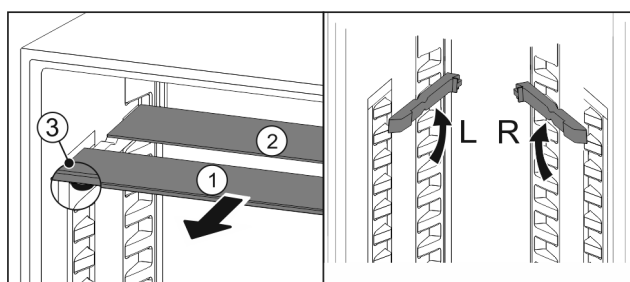

Fig. 56
- ▶ Húzza ki Fig. 56 (1) előre az üveglapokat egyesével.
- ▶ Az üveglap Fig. 56 (1) a díszléccel előre néz.
- ▶ Az ütközők Fig. 56 (3) lefelé mutatnak.